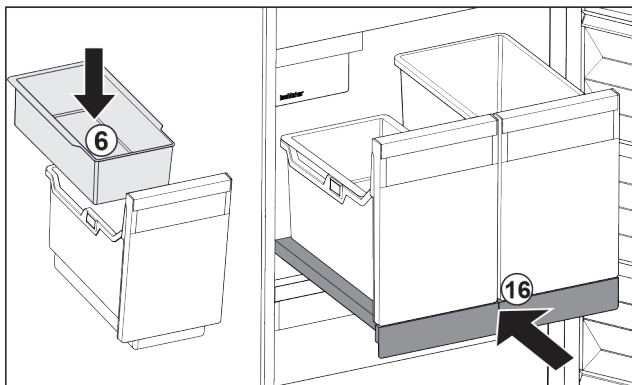

Fig. 101
- Vsaďte závěsnou misku Fig. 101 (6) pro kostky ledu.
- Zasuňte vysouvací přihrádku s nádobou (IceTower) Fig. 101 (16)